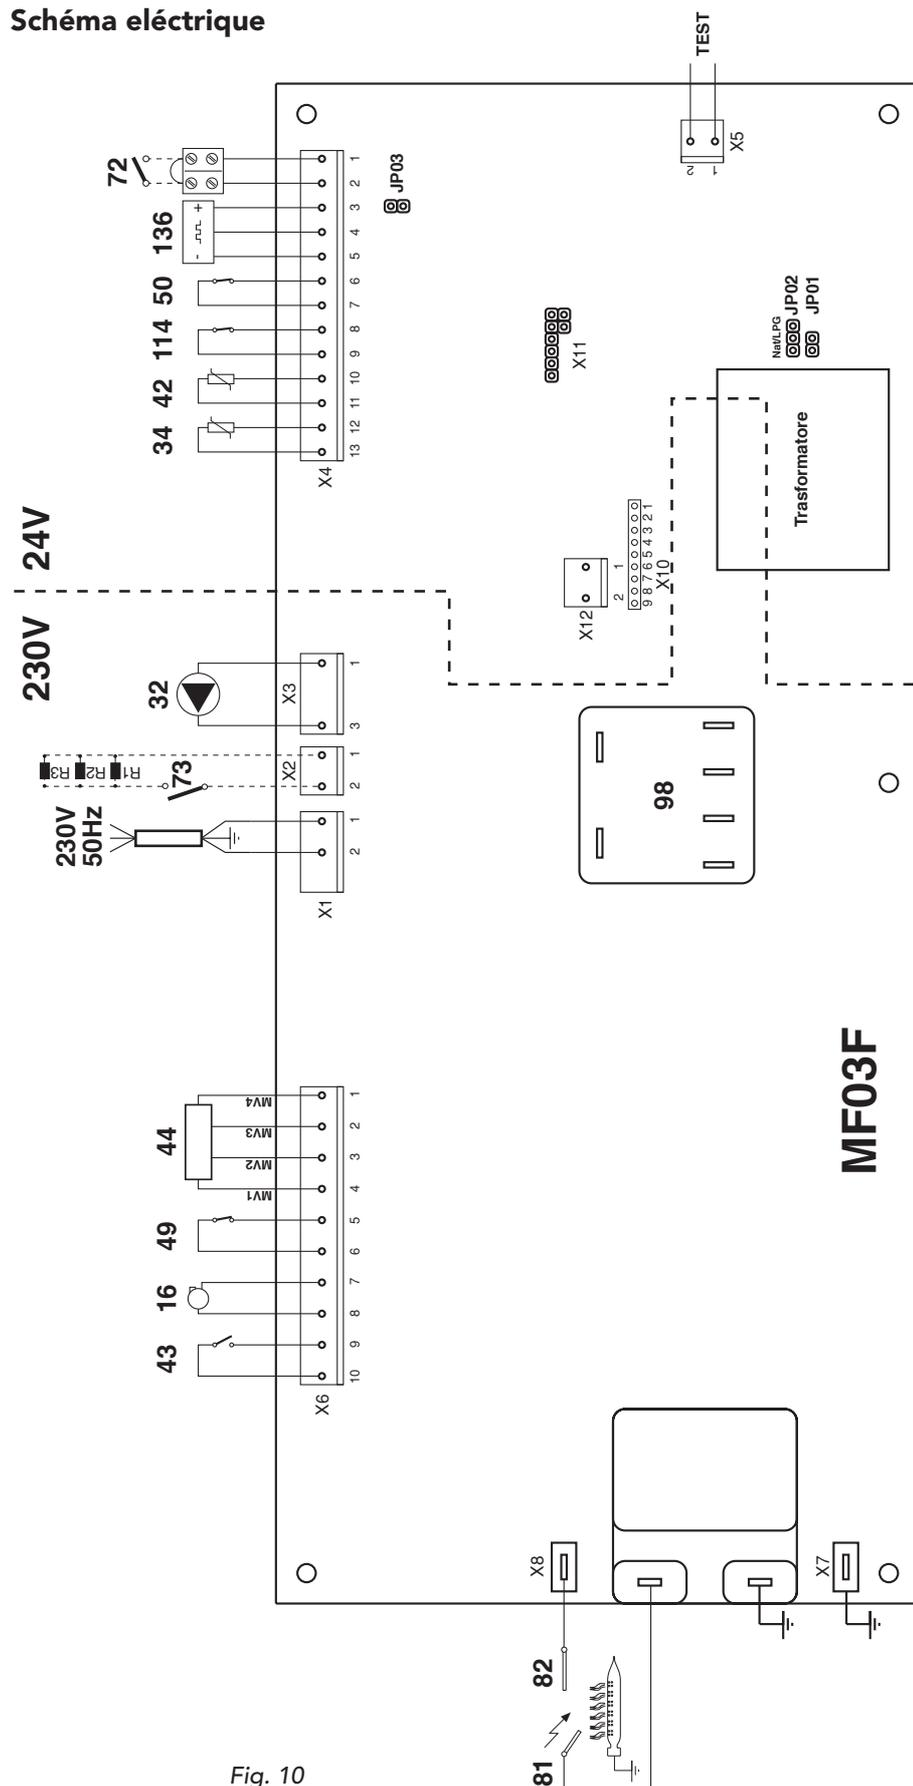

Fig. 10
3.10 Installation du thermostat d'ambiance éventuel (72) (Fig. 10)
Brancher le thermostat (72) comme cela est indiqué sur la figure 10.